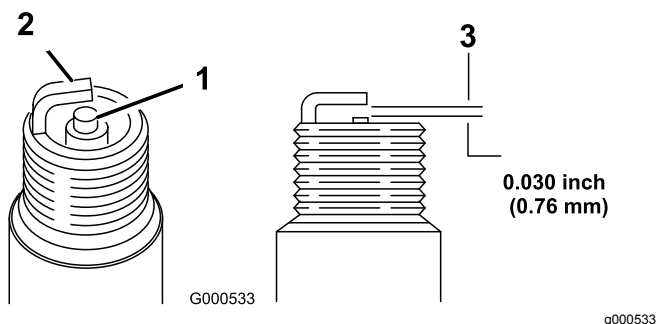

Figura 22
5. Ajuste la distancia entre los electrodos a 0.76 mm (0.030") (Figura 22).